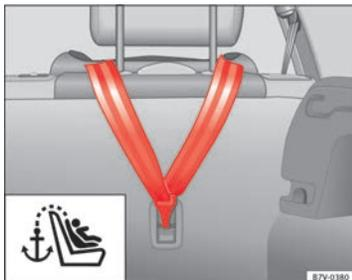

Fig. 28 Ceinture de fixation supérieure accrochée dans le coffre.
- Accrochez la ceinture supérieure de fixation à l'envers du dossier du siège arrière dans l'anneau de retenue correspondant (pour TOP TETHER) du dossier ⇒ fig. 28.